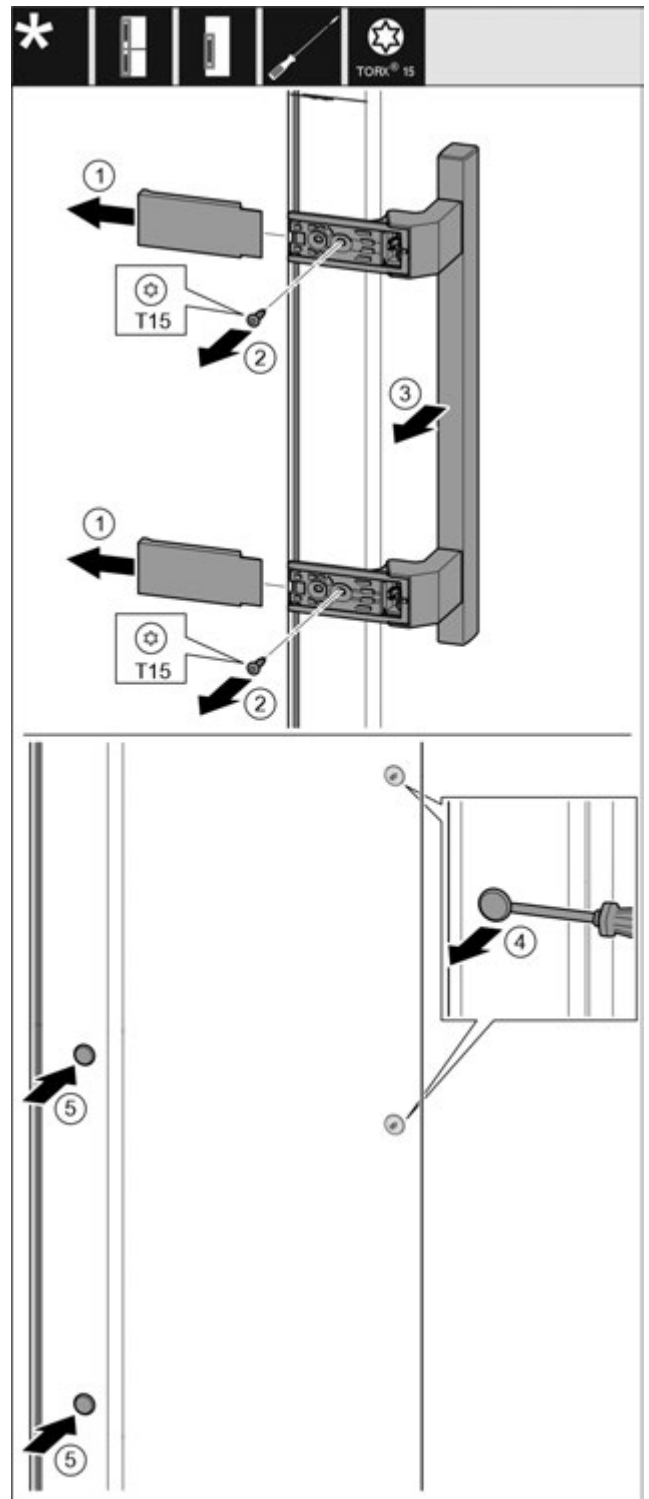

Fig. 19
- ▶ Зніміть кришку Fig. 19 (1)
- ▶ Викрутіть гвинти за допомогою викрутки Torx 15 Fig. 19 (2)
- ▶ Зніміть ручку Fig. 19 (3)
- ▶ За допомогою шліцевої викрутки обережно підніміть бокову заглушку та витягніть її Fig. 19 (4)
- ▶ Вставте заглушку з іншого боку Fig. 19 (5)